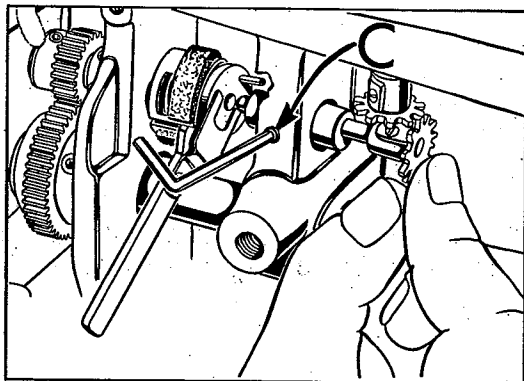

Fig. 22
- Colóquese el fieltro precintador de aire (J) en el eje del gancho.
- Insértese el disco de la bomba (F) en la herramienta del conjunto No. 21227 BY, con el pasador de parada en el lado del resorte de la herramienta a 180° del mango. Insértese el disco aproximadamente la mitad hacia dentro del resorte y centro en la herramienta (Fig. 22).
- Insértese el eje de control de aceite del gancho (D) en su manguito (L) parcialmente en su perno que está situado directamente detrás del eje del gancho, teniendo cuidado de NO DEJAR CAER el pasador-pivote del disco (F).
7. Un corte de espacio libre en la orilla de la copa medidora, situado entre la cola de milano y la ranura larga, horizontal, ha sido provisto para la herramienta del disco de la bomba y deberá estar enfrente de la operaria (Fig. 22).
9. Empuje el manguito del eje de control de aceite del gancho (L) hacia la izquierda hasta que el eje de control (D) esté a una distancia aproximada de 1/16" (1,59 mm) del disco de la bomba (F). Cerciórese de que el pasador-pivote del eje de control (E) asiente en la depresión en el centro del disco de la bomba. Apriétese el tornillo de sujeción (C, Fig. 22) y retírese la herramienta del conjunto. Cerciórese también de que el fieltro precintador del aire (J) se haya asentado en el disco de la bomba.